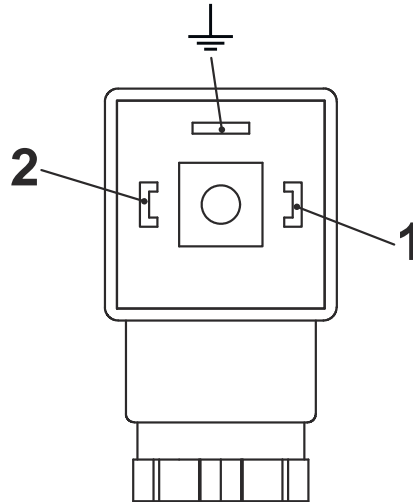
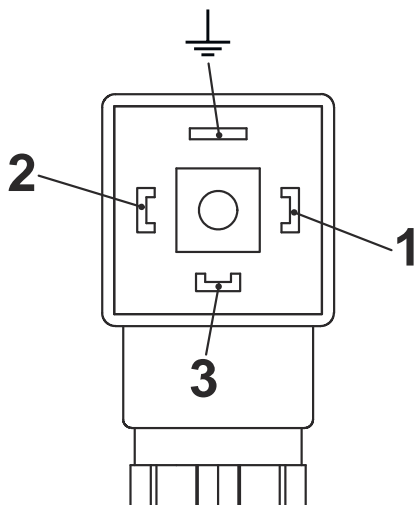

Abb. 26: Pin-Belegung Steckerdose Schließer (Form 15x50)
Abb. 27: Pin-Belegung Steckerdose Wechsler (Form 15x50)
6. ➔ Nehmen Sie den Anschluss gemäß den Anschlussbildern (Abb. 26 und Abb. 27) vor